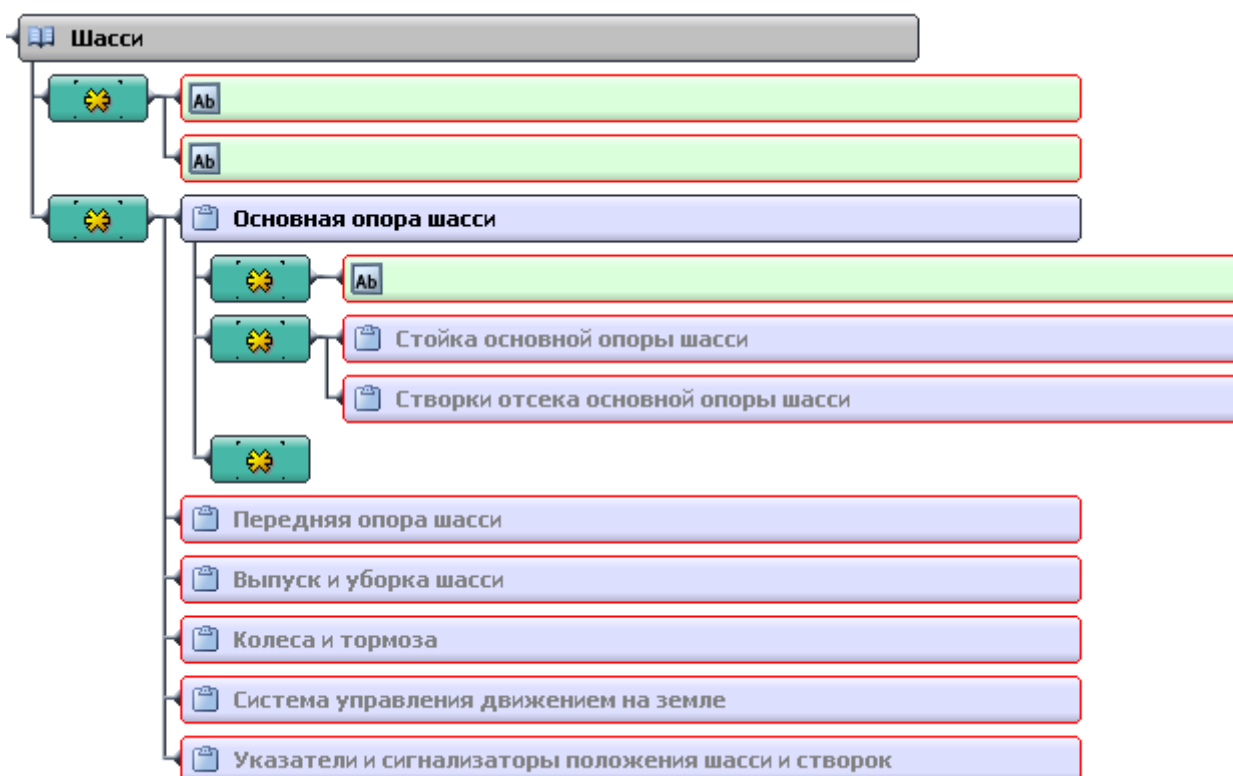

Рис. 2.47
6. Введите следующие названия для элементов **Подсистема** – «Стойка основной опоры шасси» и «Створки отсека основной опоры шасси» (Рис. 2.47).